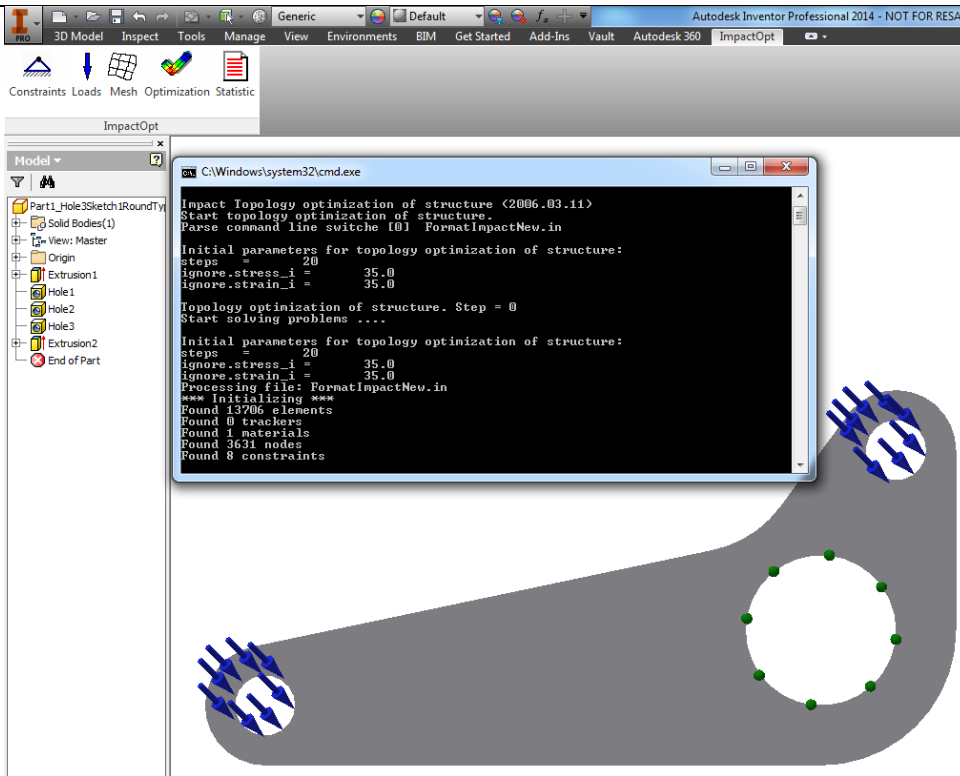
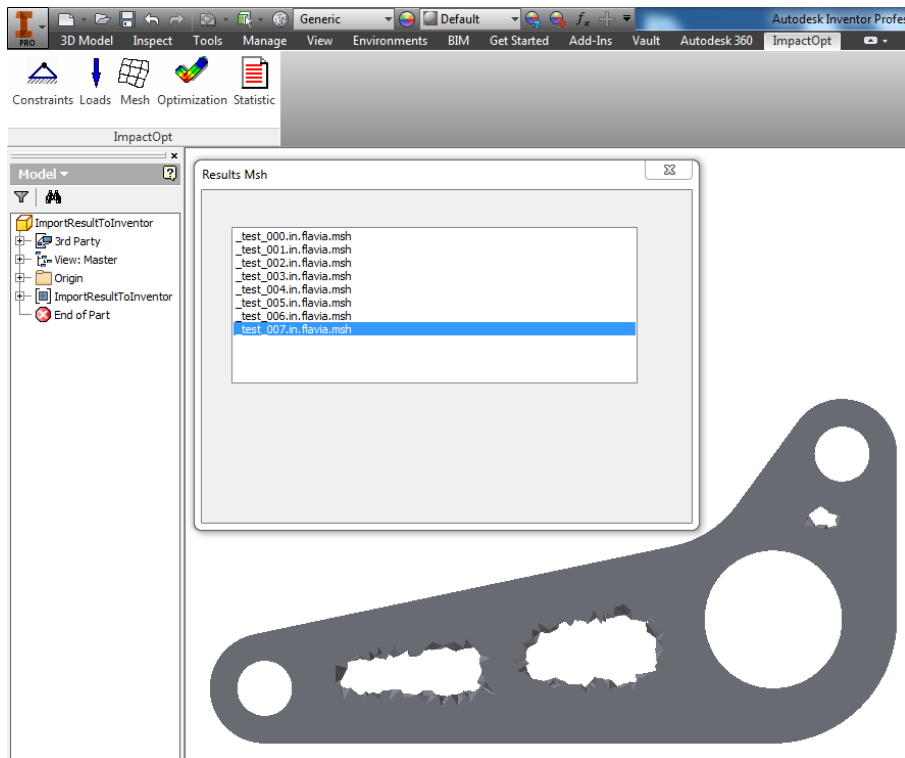

Рис. 6. Розрахунок моделі в математичному ядрі Impact.
Рис. 7. Результати розрахунку імпортується в Autodesk Inventor для перегляду
- формується модель завдання, яка передається для розрахунку в математичне ядро Impact (рис. 6) і після закінчення обчислення результати імпортуються в Autodesk Inventor для перегляду (рис. 7);